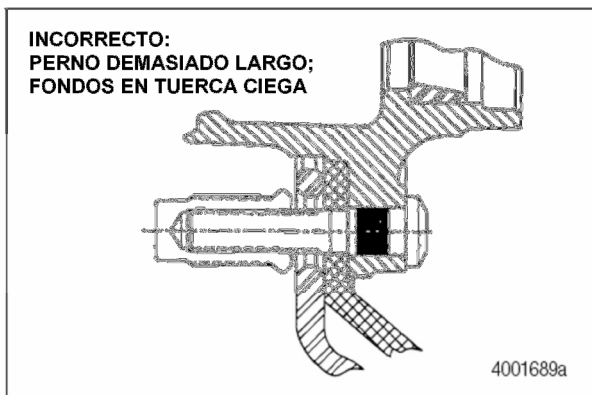
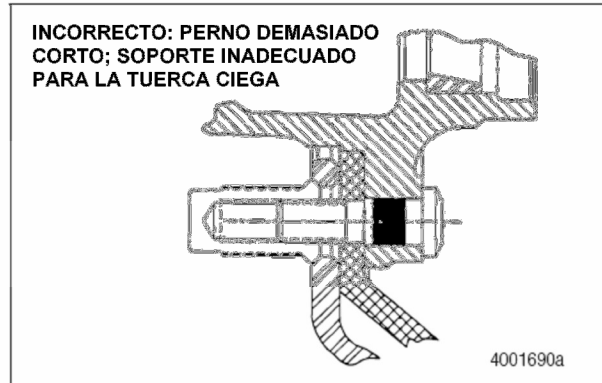

Figura 13.27
Figura 13.28
- B. La Figura 13.27 y la Figura 13.28 muestran un sobresaliente incorrecto.